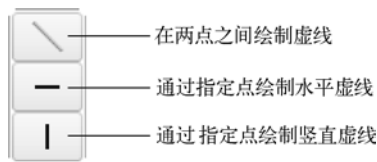
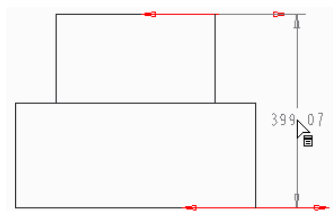
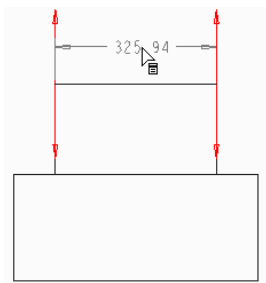

图 9-43 做线
图 9-44 通过指定点绘制水平虚线
图 9-45 通过指定点绘制竖直虚线
- 做线：有以下 3 种方式标注尺寸，如图 9-43 所示。通过指定点绘制水平虚线来创建的尺寸标注如图 9-44 所示。通过指定点绘制竖直虚线来创建的尺寸标注如图 9-45 所示。